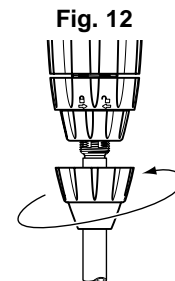

Fig. 12
- Pousser **à fond** le tuyau sur l'embout cannelé et revisser l'écrou **à la main** (Fig. 12).